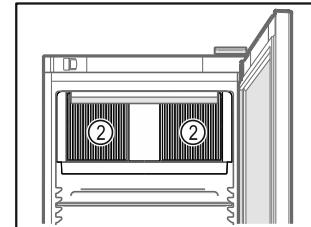

Fig. 61
- Oslobodite ventilacijske proreze Fig. 61 (2) za ventilator optočnog zraka u unutrašnjosti.